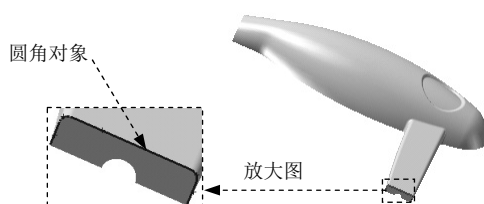

图 6.15.34 圆角 4
Step32. 创建圆角 4。要圆角的对象为图 6.15.34 所示的边线，圆角半径值为 1.50。